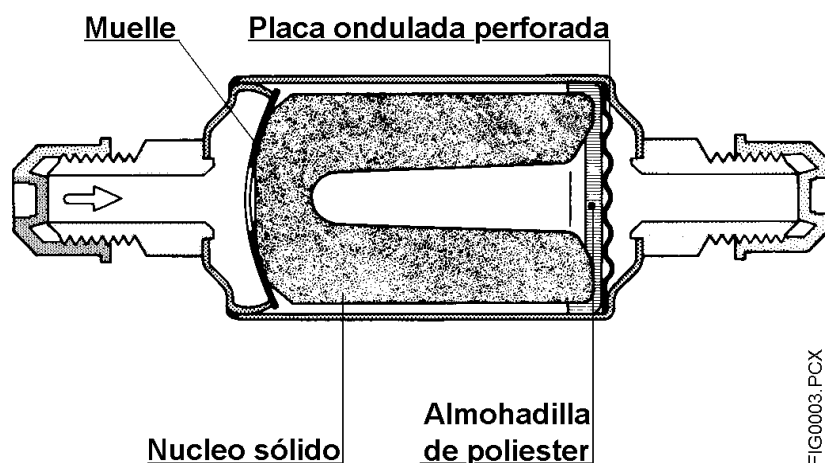

Figura A-5. Filtro deshidratador
A.3.1.4 Filtro deshidratador (Figura A-5)